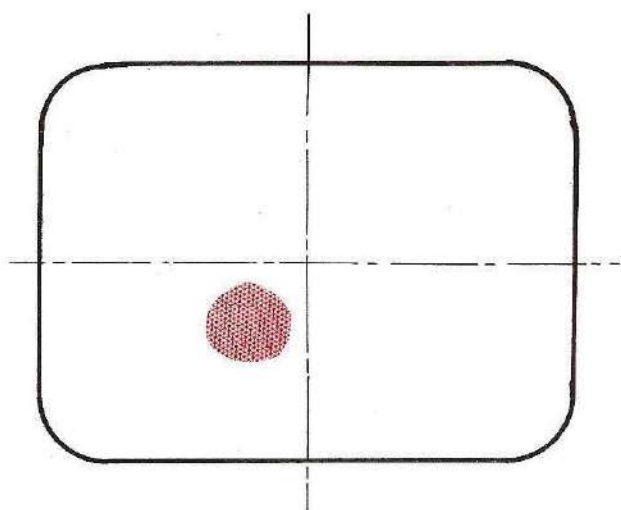

Fig. 18
- Amener la tache rouge ainsi obtenue à l'aide des ailettes de pureté suivant la Fig. 18.